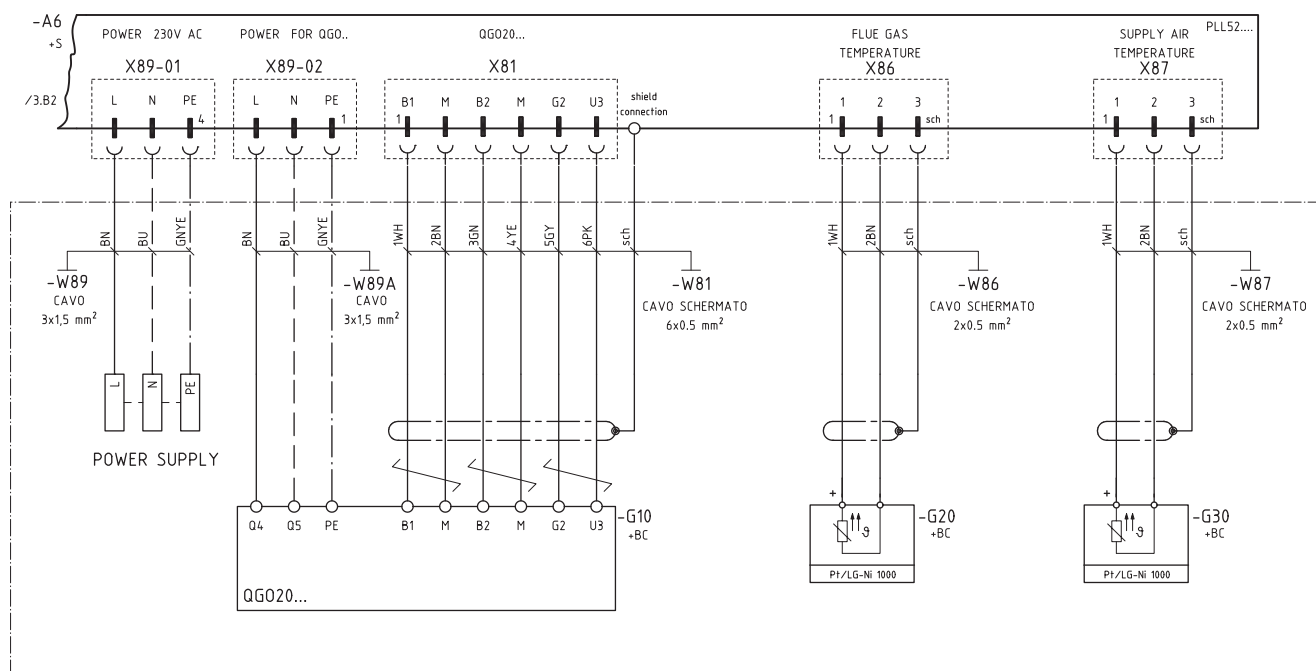

Fig. 8
- Collegare il sensore O₂ alla morsettiera del modulo PLL, utilizzando 2 cavi forniti a corredo (Vedi Fig. 8):
- 1 cavo tipo FROR H NPI 6P+SCH 0.5 mm² per la comunicazione con il modulo PLL (morsettiera X81) (Vedi Fig. 8).
- Collegare l'alimentazione del modulo PLL (morsettiera X89-01) utilizzando un cavo tipo FROR NPI 2P+T 1 mm² alla morsettiera del bruciatore (Vedi Fig. 8).
- Collegare le sonde di temperatura fumi e aria ambiente rispettivamente alla morsettiera X86 e X87 del modulo PLL tramite cavo del tipo FROR H NPI 2P+SCH 0.5 mm² (Vedi Fig. 8).